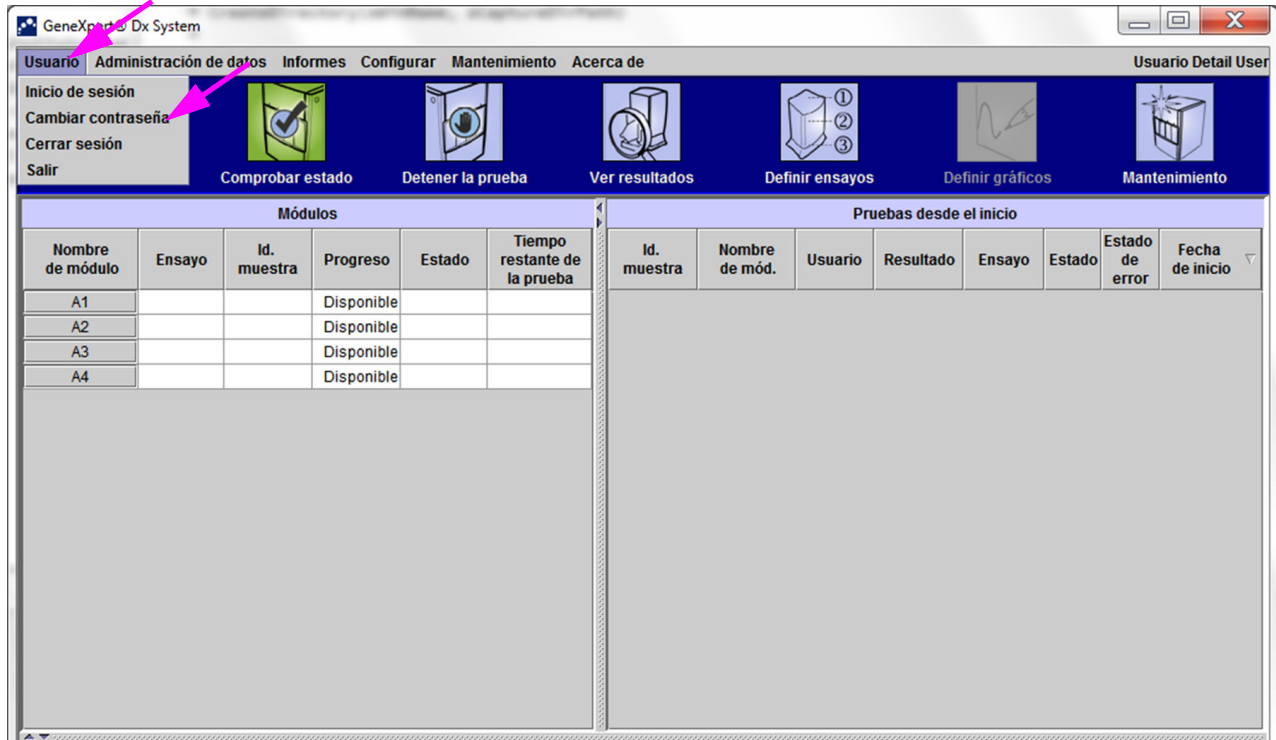
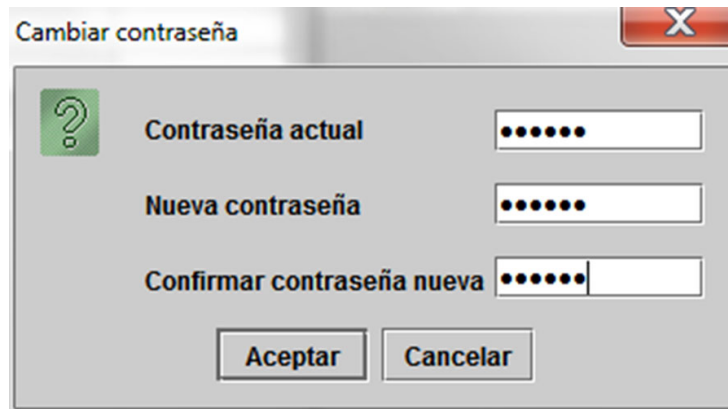

Figura 5-14. Menú Usuario: Cambiar contraseña
Figura 5-15. Cuadro de diálogo Cambiar contraseña
1. En la ventana GeneXpert Dx System, vaya al menú **Usuario** y haga clic en **Cambiar contraseña**. Consulte la figura 5-14. Aparece el cuadro de diálogo Cambiar contraseña (consulte la figura 5-15).